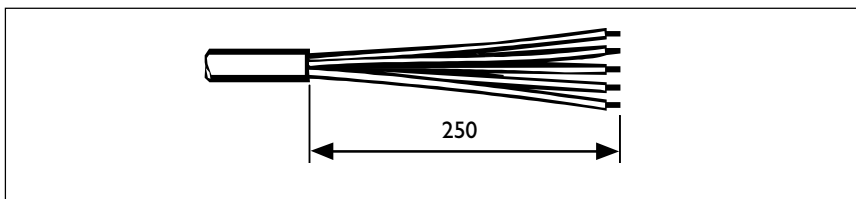

Рис. 11
- Подготовить электрический кабель, как показано на рис. 11.